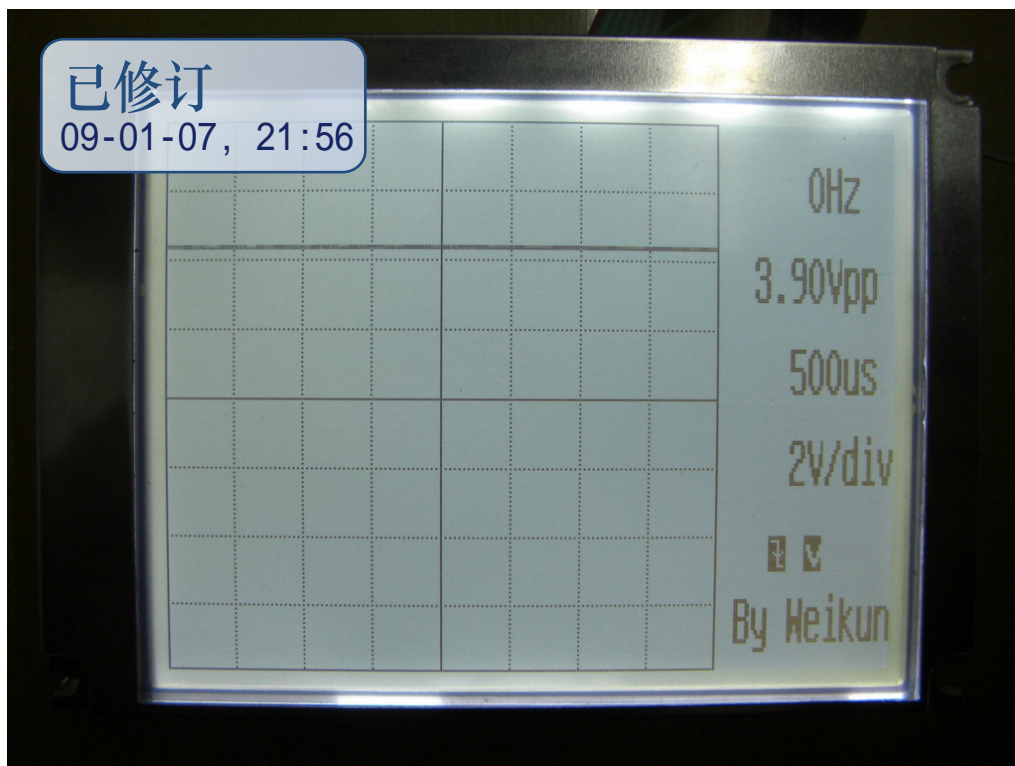
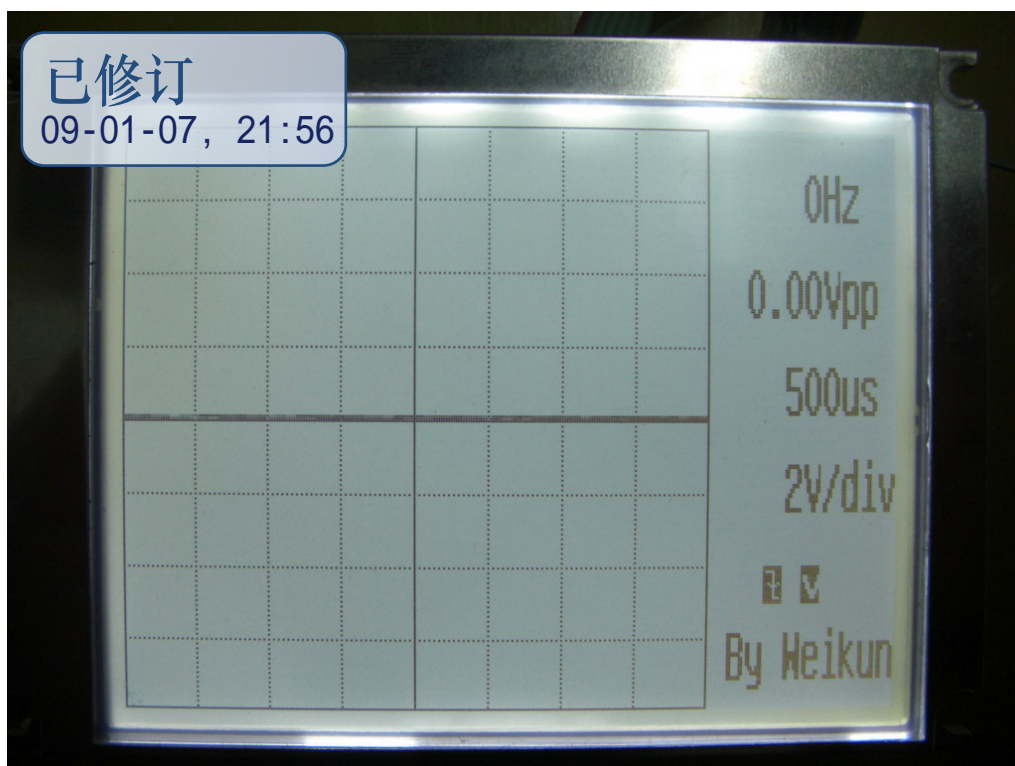

图19: 基线偏离
图20: 基线正常
3. 将以上调整好后,本示波器就能正常显示了,这一步要做的就是让它正确显示,进入示波器界面后屏幕的右边应该能看见水平扫速、电压灵敏度等各种参数,显示可能不正常但应该有显示,否则说明两片单片机之间的通信不正常,要检查三根SPI通信线是否连接正确,如果有参数显示继续往下走。下来是调整示波器的基线,未调整的基线一般不会在水平中线位置,将程控放大电路的输入端对地短路,这时会在LCD屏上看到一条横线(如图19所示),如果横线在最上边或最下边说明基线电压偏离太远,这时调节目控放大器电路板上的Rw1,使其回到水平中线位置(如图20所示),此时测量程控放大器的输出端对地的直流电压应改为2.5V,因为AD转换器的输入电压范围为1.5V至3.5V,输入幅度为2Vpp,所以基线电压应该为AD转换器的输入中点电压。在调节好基线电压后,按4个功能键看各参数的变化是否正常,否则检查各控制线是否连接正常,我曾将控制时钟的4根线高低位接反导致屏幕上显示的最高水平扫速而实际是最低水平扫速,程控放大器也一样,接错会导致垂直电压灵敏度混乱,由于各电路板之间的连线比较多,所以在连接各块电路板时一定要细心谨防接错。